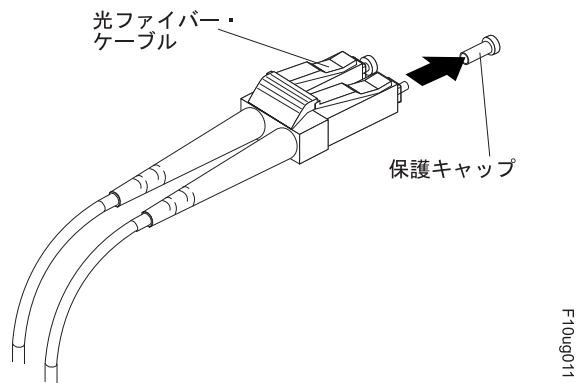

図 33. 光ファイバー・ケーブルの保護キャップの取り外し
2. 必要であれば、図 33 に示すように、SFP モジュールから保護キャップを取り外します。将来の利用に備えて、保護キャップを保存しておきます。
3. 図 33 に示すように、LC-LC ケーブルの一方の端から保護キャップ 2 個を取り外します。将来の利用のために、保護キャップを保存しておきます。